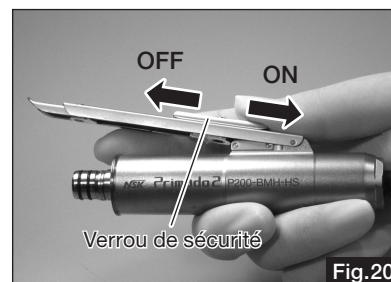

Fig.20
- 3) Tout en maintenant l'interrupteur, faites coulisser le verrou de sécurité sur ON (Fig. 20).